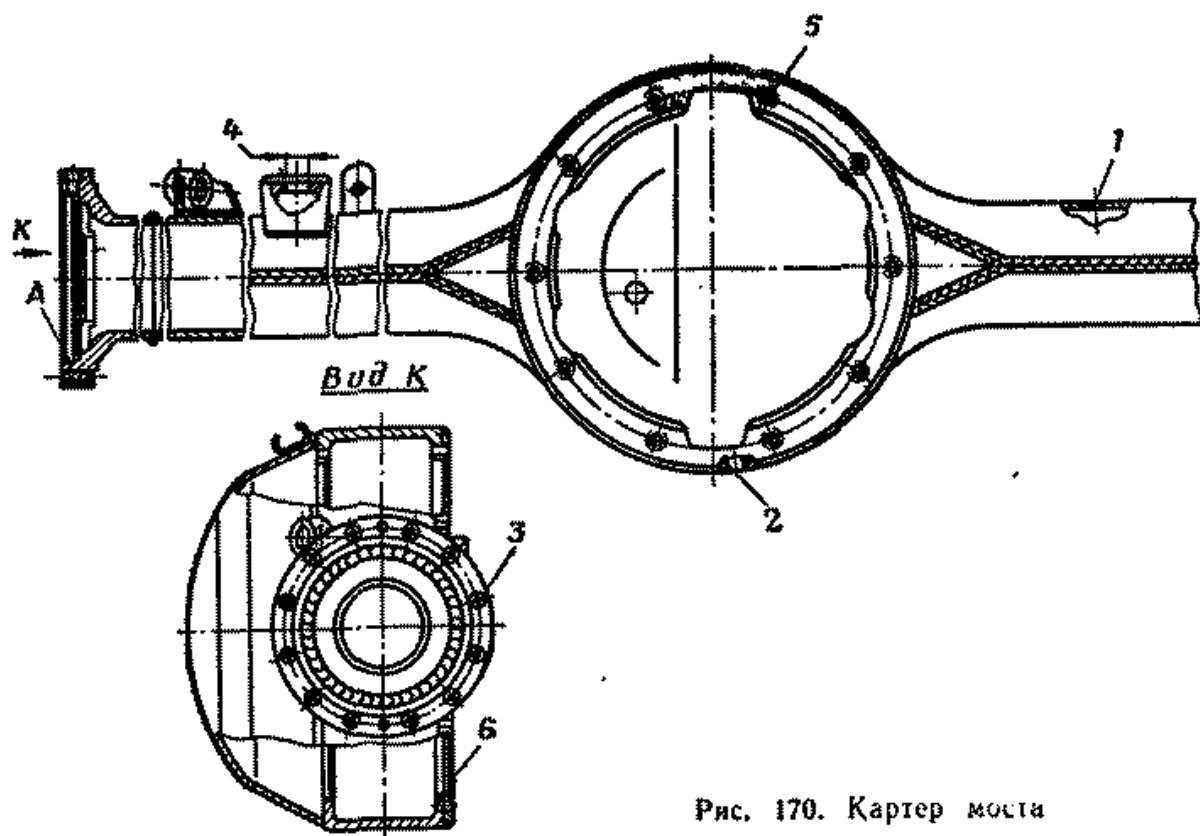

Рис. 170. Картер моста
1. Картер переднего моста (рис. 170)